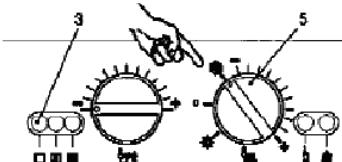

fig. 6.4
- 15 Dar alimentação eléctrica à caldeira (interruptor bipolar); a lâmpada de sinalização 3 na fig. 6.4 se acende cerca de cada quatro segundos.
- 16 Rodar o selector 5 como na fig. 6.4